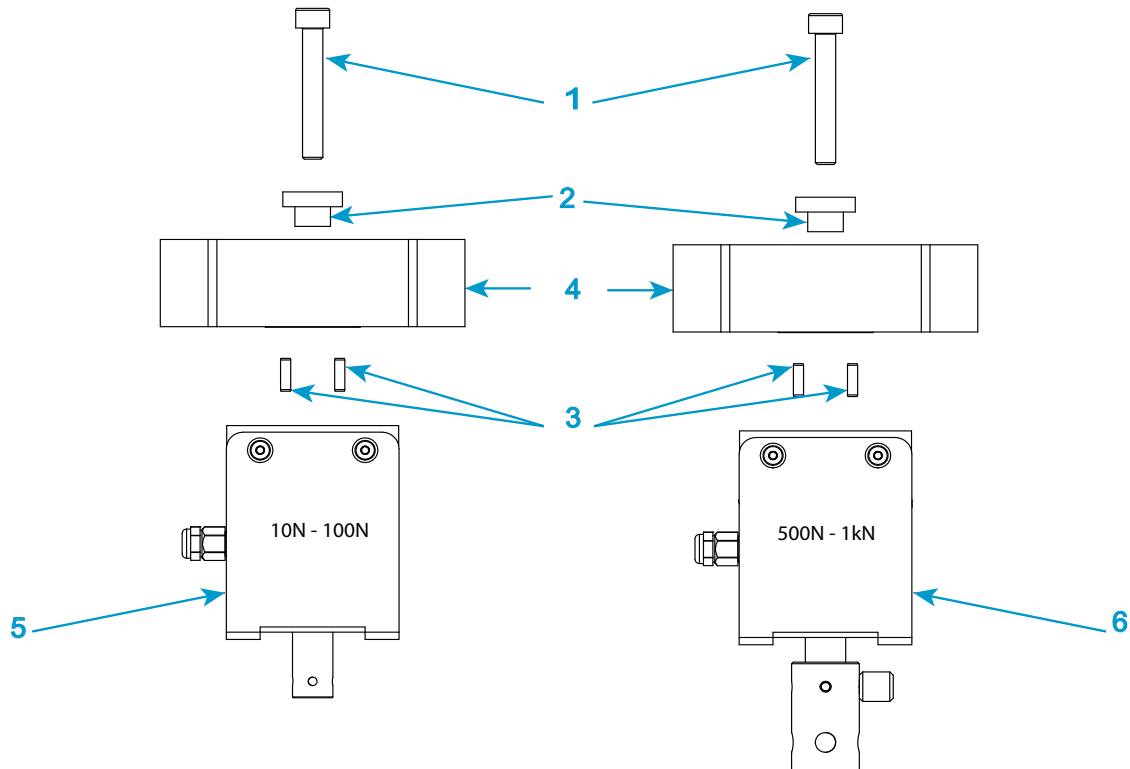

Abbildung 15. Einen Kraftaufnehmer der Serie 2519 installieren - Nennkräfte 10 N bis 1 kN
Legende für Abbildung 15
1. Siehe Abbildung 15 auf Seite 87 und die entsprechende Legende.